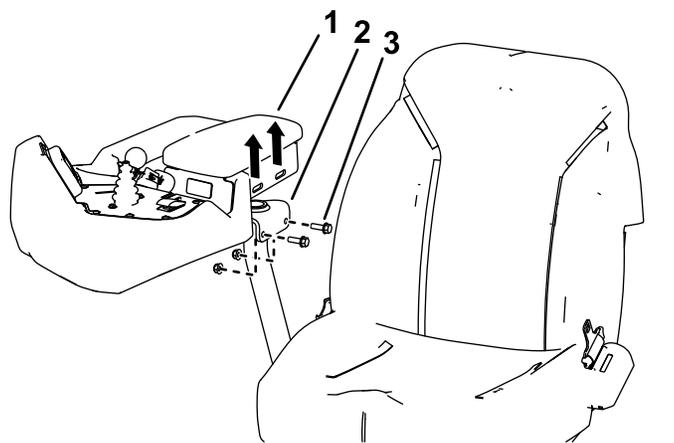

図2
2. アームレストと座席を接続しているフランジボルト2本とナットを外す **図2**。各ボルト・ナットは捨てないこと。